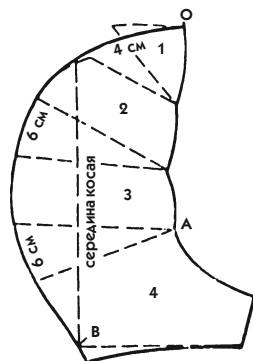

Рис. 673
4. Перенесите этот чертеж на другой лист бумаги и прибавьте необходимое расширение в соответствии с цифрами, приведенными на рис. 673.
- Уточните около засечки О линию середины рукава, затем измените ее кривизну у полосы 4 (см. сплошную линию на рис. 673).